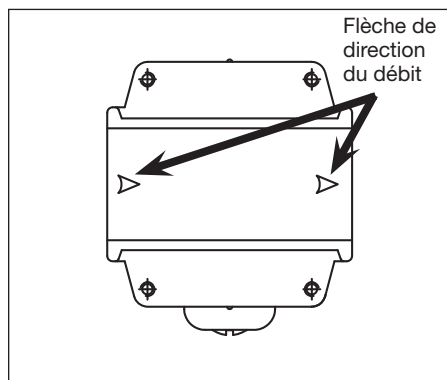

Figure 2 - Particulier indiquant l'emplacement de la flèche qui montre la direction du débit
1. La flèche montre la direction du débit d'air (voir Figure 2, particulier). Cette flèche indique la direction du débit d'air, soit, indique la sortie d'air.
3. Vérifiez que les flèches pointent en direction du débit d'air (voir Figure 2).